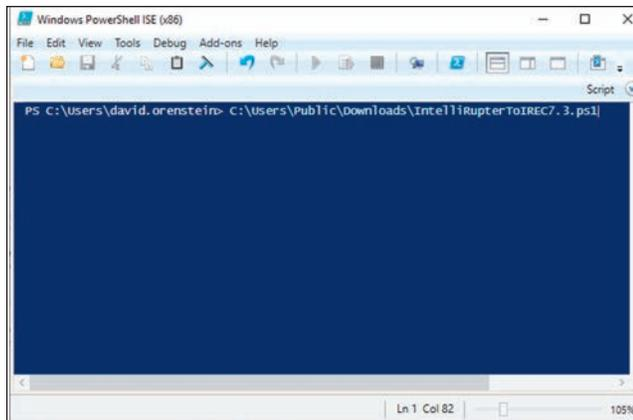

Figura 52. La pantalla de Windows PowerShell ISE (x86).
PASO 3. En el campo azul de la pantalla de *Windows PowerShell ISE (x86)*, escriba la ruta del script, incluyendo el nombre completo del script (o arrastre y suelte el archivo). Ver Figura 52.